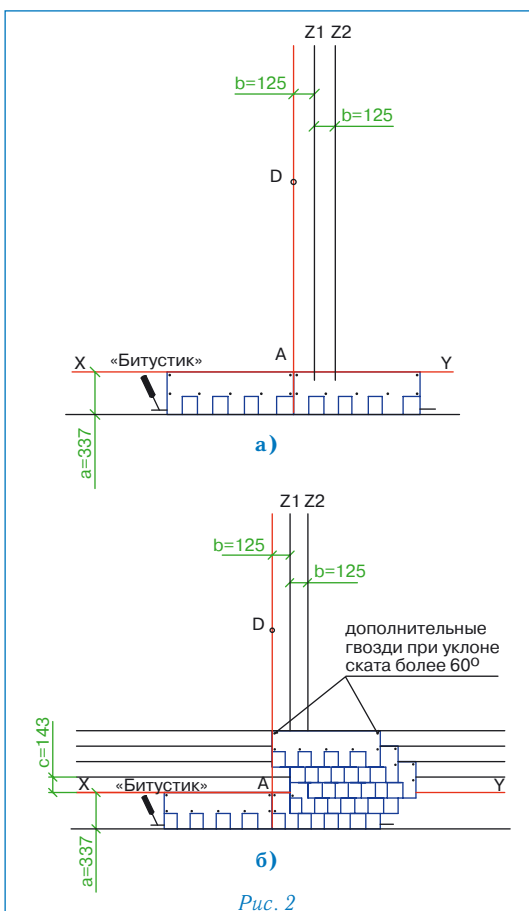

Рис. 2
Укладка материала (рис. 2)
- первый ряд черепицы укладывается от линии AD (рис. 2а);
- второй ряд укладывается от линии Z1 (со смещением 12,5 см от AD) (рис. 2б);
- третий ряд укладывается от линии Z2 (со смещением 12,5 см от Z1) (рис. 2б);
- четвертый ряд – от линии Z1 (рис. 2б);
- пятый ряд – от линии AD (рис. 2б);
Каждый лист черепицы МАСТЕР крепится 5 гвоздями таким образом, чтобы гвоздь прошивал и верхний край низлежащего листа черепицы МАСТЕР (рис. 2а,б).